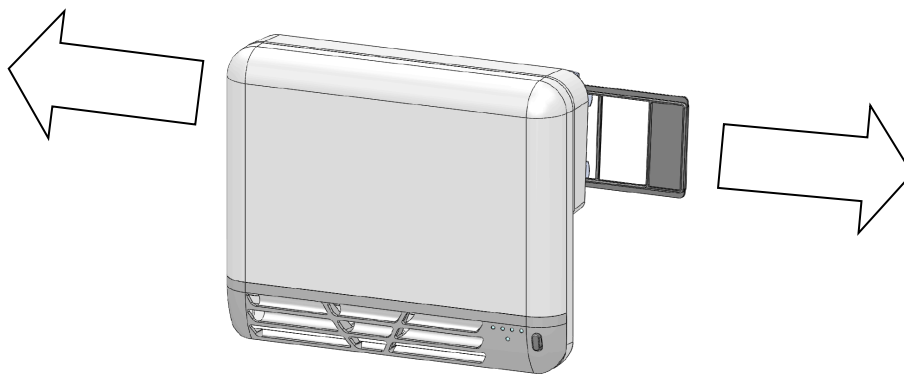

Fig. 26
2. tirer sur le filtre qui se trouve derrière le ventilateur à droite ou à gauche pour l'extraire, comme illustré dans la Fig. 26;